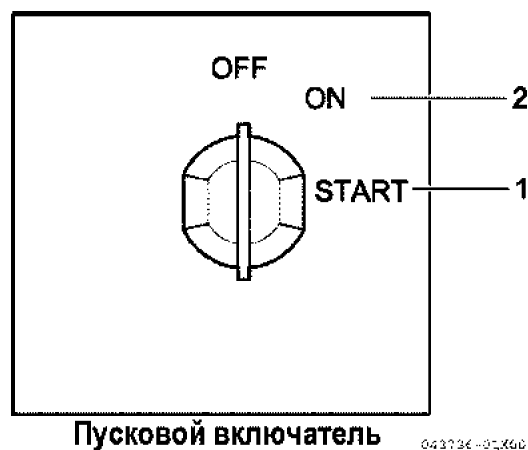

Рисунок 20
5. Поверните ключ по часовой стрелке в положение START (ЗАПУСК) (Рисунок 20, (1)). Отпустите ключ, как только двигатель запустится. Ключ возвратится в положение ON (ВКЛЮЧЕНО) (Рисунок 20, (2)).